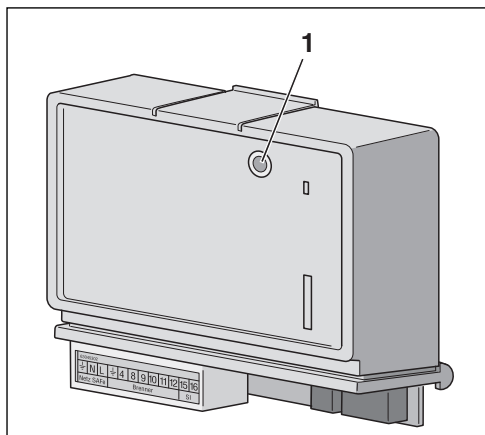

Bild 1 Fremdbrennermodul BRM10
- Anzeige des Betriebszustandes des Fremdbrennermoduls BRM10 durch eine LED (→ Bild 1, [1], Seite 4)